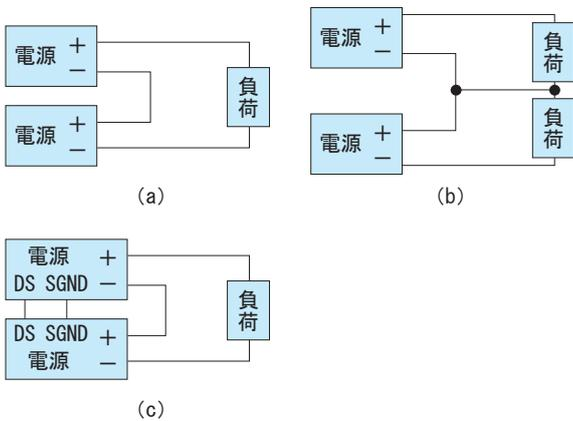
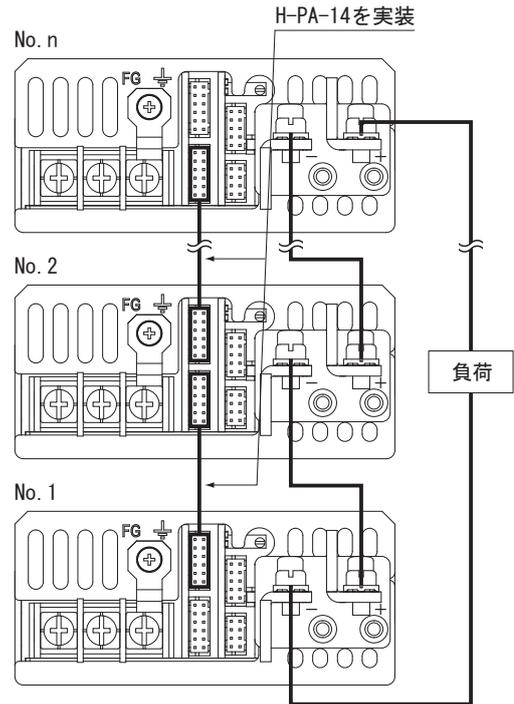

図3.1 直列運転時の接続例
図3.2 直列運転時の接続（PCA300F、PCA600Fの例）
- 図3.1(a)の場合の注意事項
- 図3.1(c)の配線をしていただくと、直列接続している内の1台が停止または故障した場合、残りの電源を全て停止させることが可能となります。図3.2のように直列するすべての電源のDSおよびSGNDどうしを接続してください。